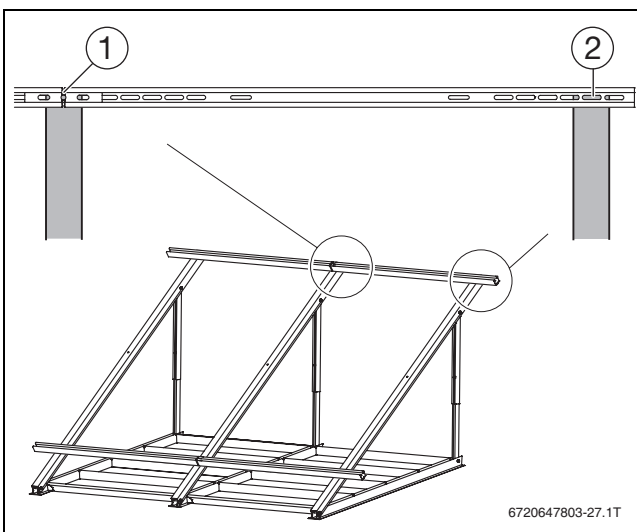

Fig. 40
- ▶ Posicionar as calhas de perfil nos suportes de colectores, começando como indicado na → fig. 40 e na tab. 19, 20 21 ge de acordo com o tipo de montagem.
horizontal	2º furo alongado visto da direita (→ fig. 40 [2])
horizontal	furo central do ligador de encaixe (→ fig. 40 [1])